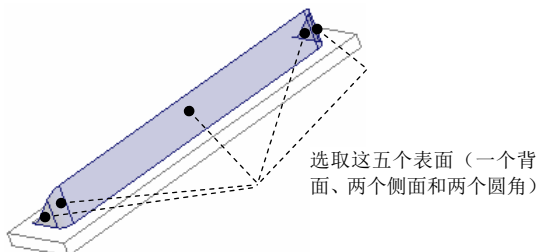

图 11.6.51 选取排除面
(4) 定义排除面。单击 **选项** 选项卡，在弹出的界面中单击 **排除冲孔模型曲面** 下的空白区域，然后按住 Ctrl 键，选取图 11.6.51 所示的五个表面（一个背面、两个侧面和两个圆角）为排除面。
(5) 在操控板中单击“完成”按钮 ，完成凸模成形特征 1 的创建。